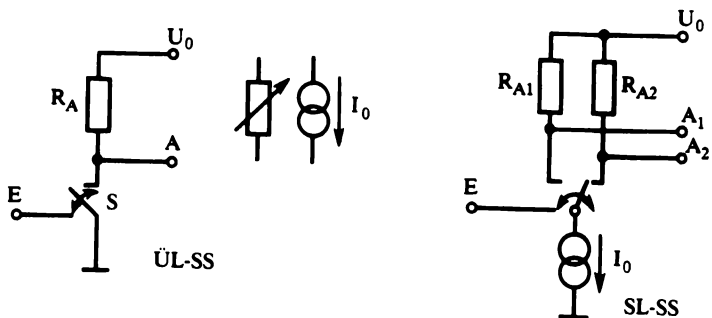

Abb. 8. Schaltstufenprinzipien
6. Unsere Abb. 8 zeigt die beiden SS-Prinzipien. Die Übersteuerungslogik-Schaltstufe (ÜL-SS) mit einem Arbeitskontakt-Schaltelement arbeitet invertierend. Ein 0-Pegel am Eingang E läßt den Schalter offen sein. Am Ausgang A ist die Betriebsspannung U_0 über den Arbeitswiderstand R_A wirksam: 1-Pegel. Mit 1 an E schließt der Schalter. Dabei ist er sehr niederohmig (gegen R_A), so daß nun ein geringer 0-Pegel an A erzeugt wird. Statt eines konstanten ohmschen Widerstandes R_A können auch andere Komponenten einer IS-Technologie Einsatz finden. U_0 und R_A ermöglichen, am Ausgang A einen dem Zustand des Schaltelementes gemäßen 0- oder 1-Pegel zu erzeugen. Das gelingt ebenso mit nichtlinearen Widerständen oder mit Ersatz durch eine Stromquelle.
7. Опишите подробно рис. 8.